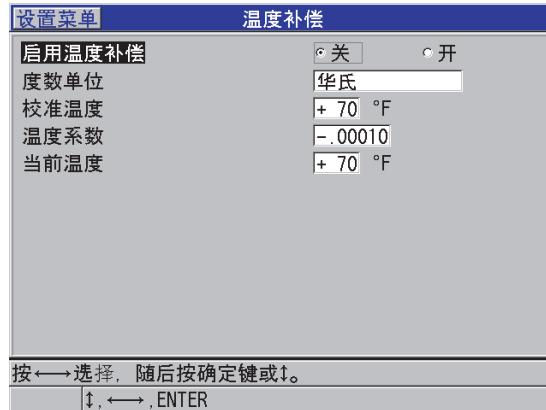

图 10-18 温度补偿屏幕
3. 在 **温度补偿** 屏幕中（参见第 164 页的图 10-18）：